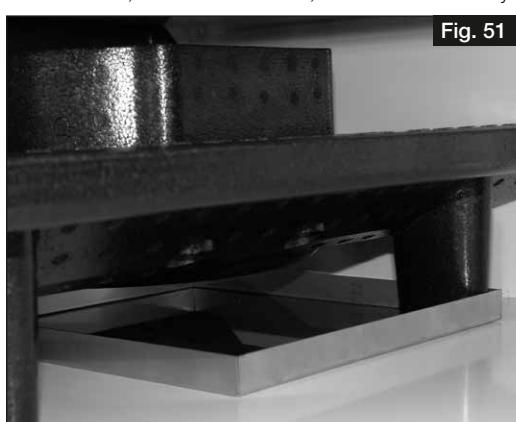
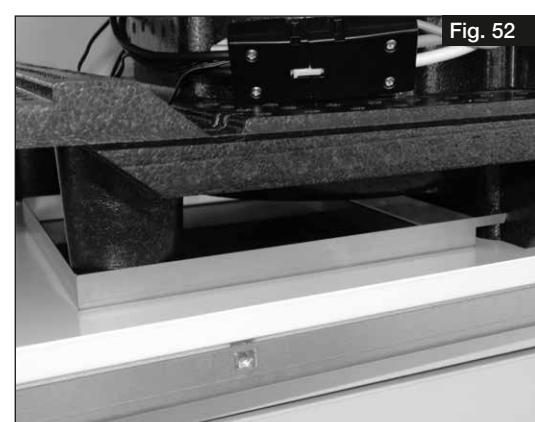

Fig. 51
Fig. 52
**Les bacs métalliques empêchent l'accumulation de condensat dans cette zone et il est essentiel de vérifier qu'ils sont correctement positionnés (voir Fig. 51 et Fig. 52).**